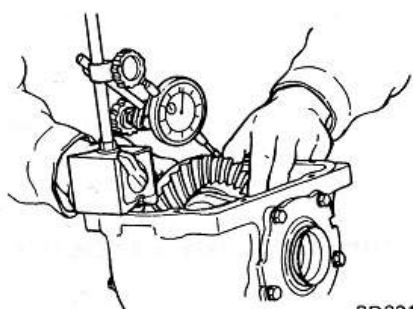

Fig. PD-31 Mesure du jeu de denture du couple conique
4. Mesurer le jeu de denture entre le pignon d'attaque et la couronne au moyen d'un comparateur et le régler à une valeur comprise entre 0,10 et 0,20 mm (0,0039 et 0,0079 in). Voir figure PD-31.